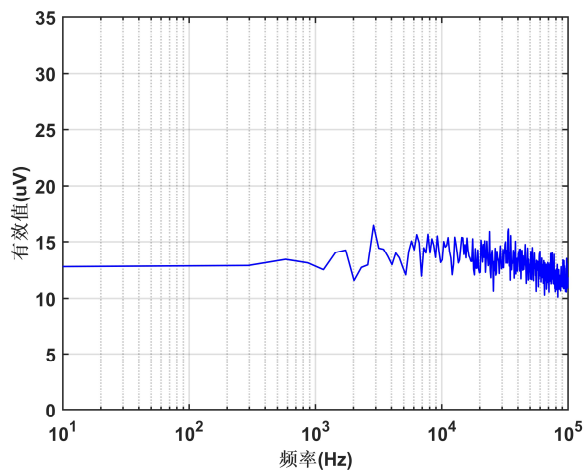
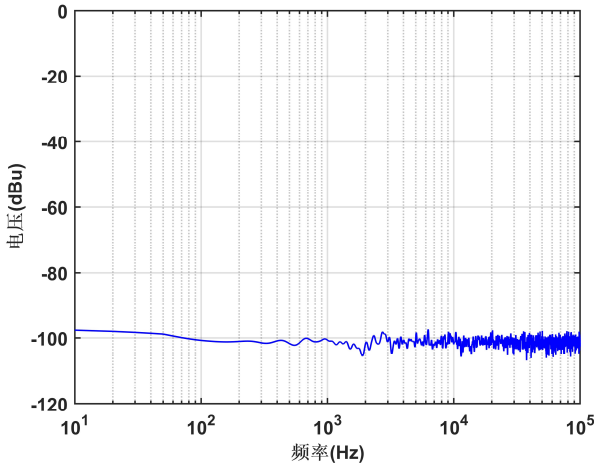

图 7 输出电压噪声(内部供电, 空载)
图 18 输出电压噪声(12V 线性电源外部供电, 带载)
(1)工作条件：12V 开关电源外部供电，空载。电源噪声见图 7 – 图 18。